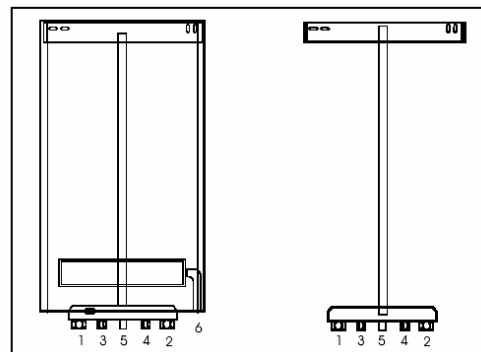

Fig. 3 Till montereramar och anslutningar
- Montereramens undersida monteras med hjälp av plaststrips (se fig.3).
Pannan ansluts till montageanslutningsplattans undersida (fig. 3).
Anslutningarna för fram- och returledning till centralvärmeanläggningen är placerade på undersidan av pannan (fig.3).